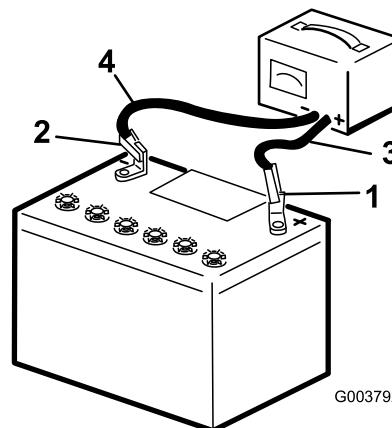

Figura 56
3. Cuando la batería esté completamente cargada, desconecte el cargador de la toma de electricidad, luego desconecte los cables del cargador de los bornes de la batería (Figura 56).
2. Cargue la batería durante 4 a 8 horas a un ritmo de 3 a 4 A (Figura 56). No sobrecargue la batería.